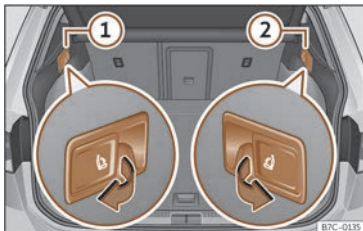

Abb. 77 Im Gepäckraum: Hebel zum Entriegeln der Rücksitzlehne.
- Ziehen Sie am Hebel zur Fernentriegelung auf der linken >>> (**Abb. 77**) ① oder rechten ② Seite der Rückenlehne in Pfeilrichtung. Der entriegelte Teil der Rücksitzbank klappt nun automatisch nach vorn um.